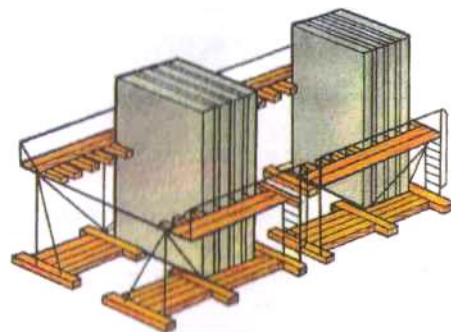

Рис. 52. Стеновые панели в кассете
11. Крупные стеновые блоки (панели) хранятся в вертикальном положении в специальных устройствах – кассетах или предохраняются от опрокидывания стойками, закрытыми в землю (рис. 52).